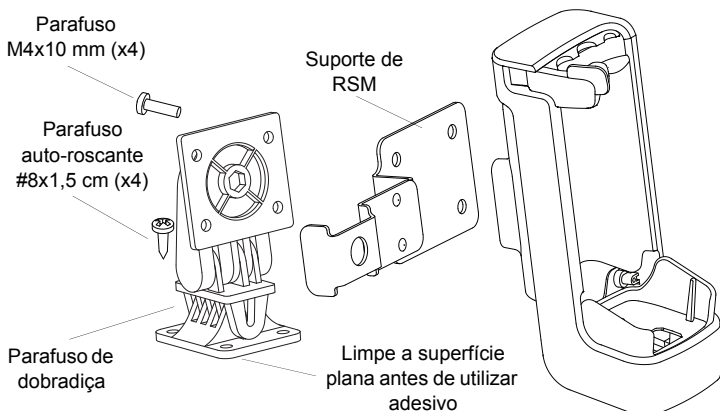

Figura 2. Ao instalar o suporte, utilize o procedimento que se segue ou altere-o conforme as especificidades do veículo
Ver a Figura 2, acima:
5. Fixe a base/suporte à outra metade do suporte com os quatro parafusos de M4 de 10 mm, podendo optar por instalar o suporte RSM no meio ou instalá-lo em separado, como apresentado na Figura 2.